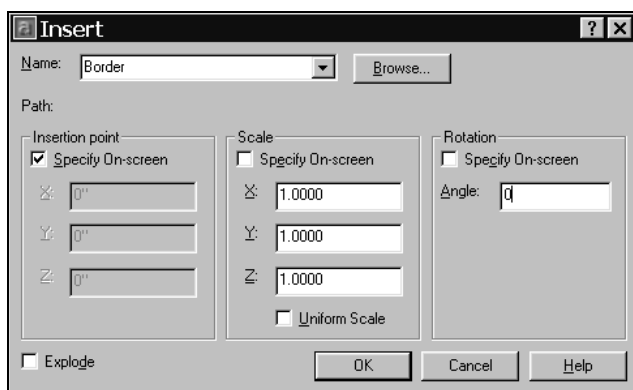

Рис. 7.11. Диалоговое окно Insert
2. В диалоговом окне **Insert** (Вставка блока) (рис. 7.11) заполнить поля **Insertion point** (Точка вставки), **Scale** (Масштаб) и **Rotation** (Угол поворота). Для любого из этих параметров можно поднять флажок **Specify on screen** (Указать на экране) и задать его в момент вставки. Если блок при вставке необходимо расчленить на отдельные объекты, необходимо поднять флажок **Explode** (Расчленить).